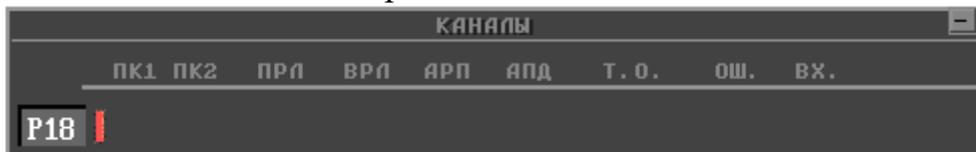

Рис. 3.15. Вид окна «КАНАЛЫ» при изменении состояния
- в поле окна «КАНАЛЫ» в строке источника, по которому произошли изменения состояния, вместо информации о состоянии технических средств отображается прямоугольник красного цвета. Вид окна «КАНАЛЫ» при изменении состояния показан на рис. 3.15.